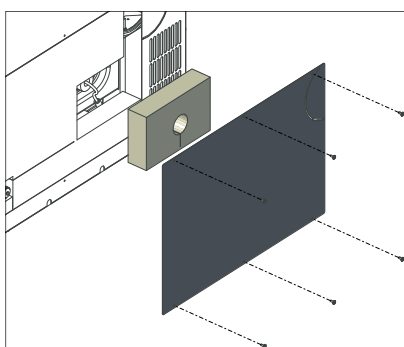

Fig. 55 Svitare la copertura del rivestimento, togliere l'isolamento
- Svitare la copertura del rivestimento della parete laterale destra (6 viti autofilettanti), togliere l'isolamento – Fig. 55.